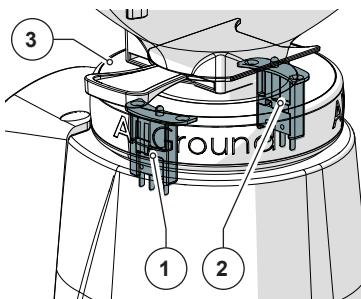

Abb. 7
- Nr. 2 Mikroschalter zur Positionserfassung des Stellrings (Abb. 7)**